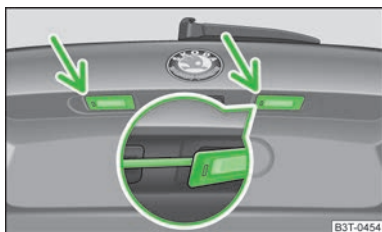

Fig. 173
- Introducir un destornillador plano en el orificio en la zona de la flecha » fig. 173 y girar con cuidado hasta la mitad de la luz, la luz sobresale un poco.